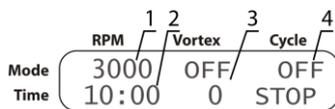

Рисунок 5. Центрифугирование
- **Центрифугирование.** Установите скорость (рис. 5/1) и продолжительность (рис. 5/2) центрифугирования. Отключите вортексирование, выставив время на ноль (индикация OFF, рис. 5/3). Счётчик циклов отключается (индикация OFF, рис. 5/4).